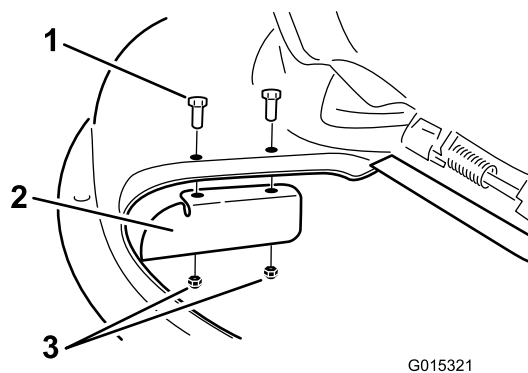

Figura 31
9. Instale la placa deflectora en la carcasa de corte (Figura 31).
3. Retire la placa deflectora de la carcasa de corte (Figura 31).